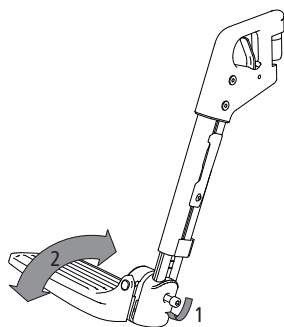

fig. 33
2. Løsn unbrakoskruen, og træk fodpladen lidt indad, indtil låseanordningen går op (1, fig. 33).
3. Indstil nu den ønskede vinkel (2, fig. 33), og spænd med unbrakoskruen.